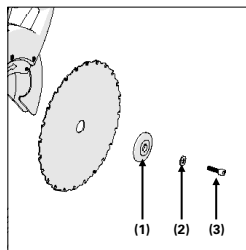

Fig. 30
Installez la bride extérieure (1) (face à plat sur la machine), la rondelle (2) et le mandrin (3). (Fig. 30)